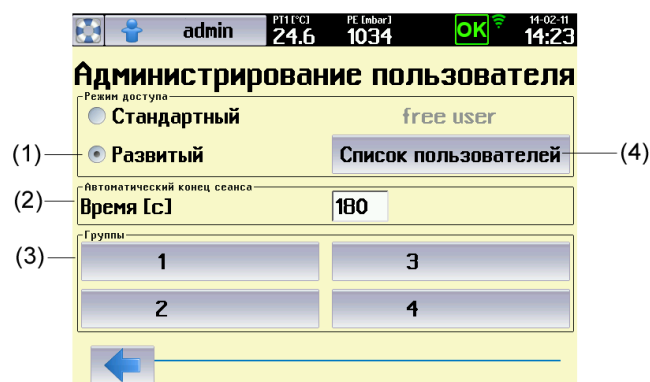
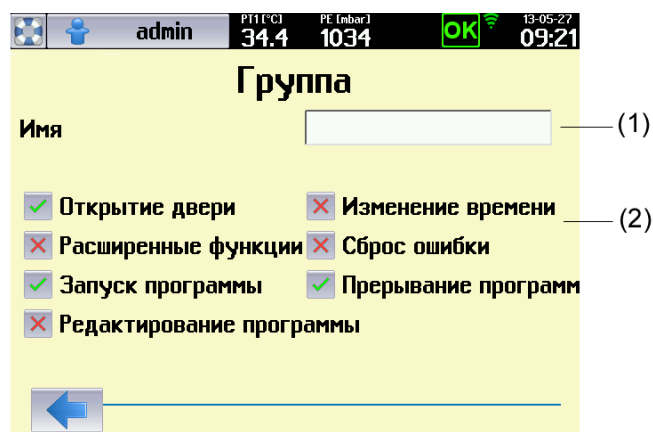

Рис. 12
Рис. 13
- (1) Выбор режима управления пользователями
- (2) Время автоматического выхода из системы
- (3) Определение групп
- Администратор может разделить операторов на четыре группы с разными правами пользователя, см. Рис. 13.
- (4) Определение пользователей
Затем можно определить имена и пароли доступа для отдельных пользователей (Рис.7 15). Определение группы, см. (3), Рис. 12.
Список пользователей. См. (4), Рис. 12
См. Рис. 12, Рис. 13.